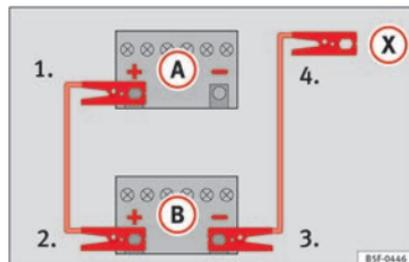

Abb. 67 Anschlussschema für Fahrzeuge ohne Start-Stopp-System.
» Abb. 67.
4. *Bei Fahrzeugen ohne Start-Stopp-System:* ein Ende des *schwarzen* Starthilfekabels an den Massepunkt **(-)** des Strom gebenden Fahrzeugs **(B) » Abb. 67** anklemmen.